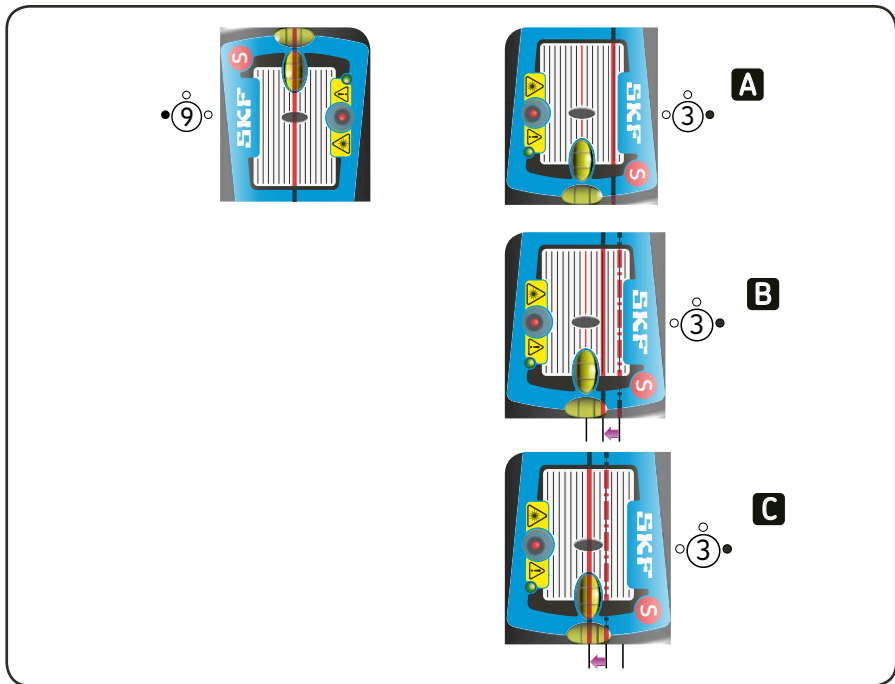

图13. 粗对中
d) 如果激光在水平方向上的瞄准很差，激光可能已经超出了测位传感器的测量范围。如果发生了这样的事情，请先对机器进行粗对中。做这一步的时候，请在9点钟的位置将激光对上测位传感器，然后向3点钟的位置旋转直到激光快要超出测位传感器的范围，将激光调到当前位置和测位传感器中心间的居中位置的地方，见图13。调整可移动的机器至激光回到测位传感器的中心。